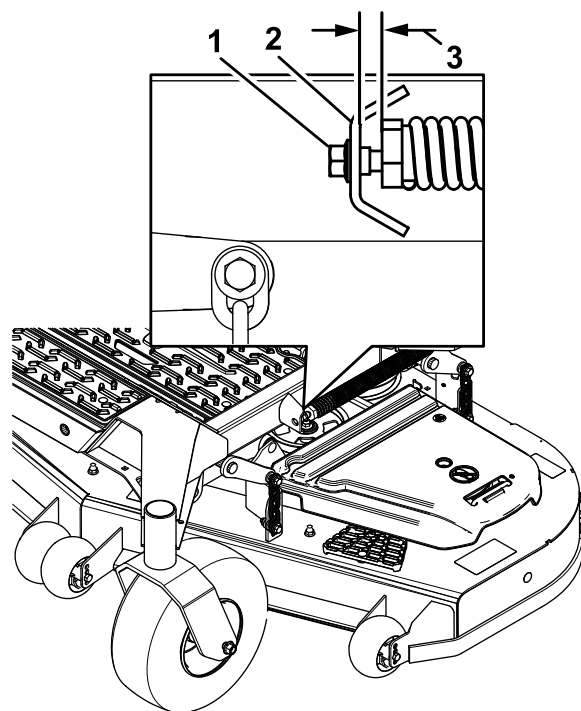

**Figura 83**
7. Controllate il livello della lama in direzione longitudinale (Figura 83). Accertate che la punta della lama anteriore sia più bassa della punta della lama posteriore mostrata nella tabella dell'angolo di spoglia e dell'altezza del blocco. Per eventuali regolazioni, continuate la procedura.